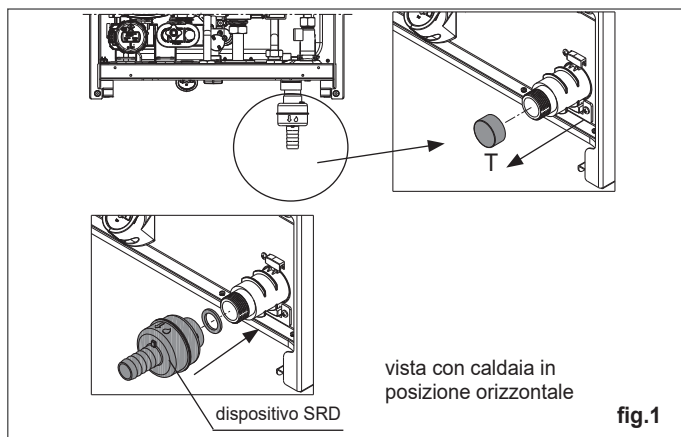

fig.1
- rimuovere il tappo (T) dal sifone
- fissare il dispositivo SRD al sifone (fig. 1), interponendo la guarnizione, avvitandola a fondo e verificandone la tenuta
La disgiunzione deve essere tale da garantire un collegamento atmosferico tra l'interno della condotta del sistema di scarico della condensa e l'ambiente al fine di evitare che il condotto di scarico a valle del prodotto possa assumere pressione positiva o negativa rispetto l'ambiente stesso. Fig. 1: esempio di collegamento tra il condotto di scarico della condensa (3) e il sistema di scarico (4).